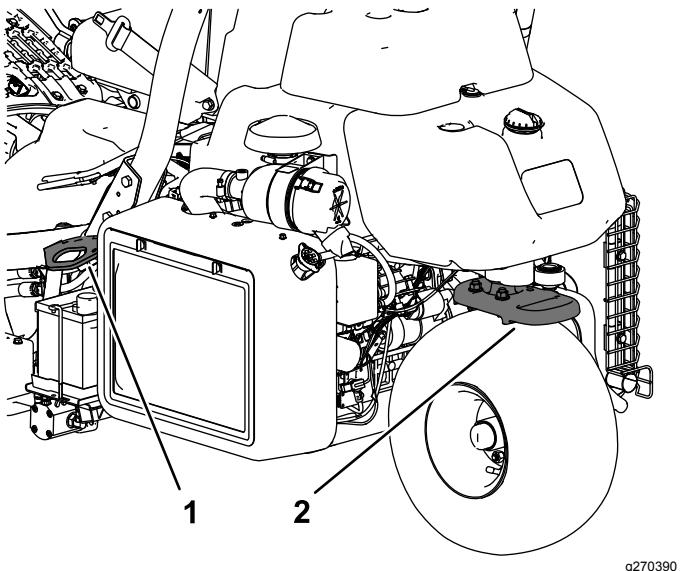

Figura 28
- Fissate saldamente la macchina in basso utilizzando cinghie, catene, cavi o corde. Sia la cinghia anteriore, sia quella posteriore dovranno essere rivolte verso il basso e all'esterno rispetto alla macchina (Figura 28).